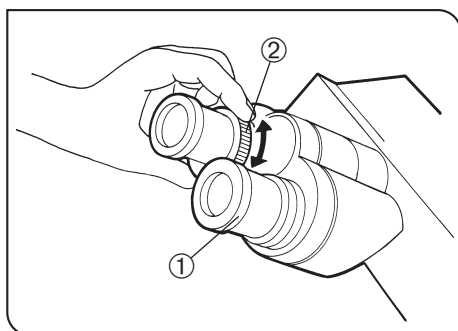

Рис. 32
6 Пользование окулярами с встроенным микрометром (Рис. 32)
1. Глядя в правый окуляр правым глазом, вращением верхней части окуляра ① добейтесь, чтобы микрометр в поле зрения был виден наиболее отчетливо (рис. 32).
3. Глядя в левый окуляр левым глазом, вращением кольца диоптрической коррекции ② наведите фокус на образец.